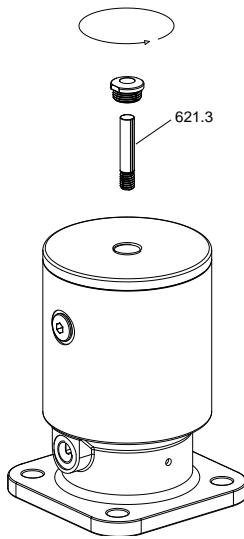

Abbildung 9: Demontage Kappe und Stellschraube LAP.520/530
1. Kunststoffkappe des Antriebs mit einem Gabelschlüssel (SW13/SW21) entfernen. Den Stellungsanzeiger herausdrehen (Abbildung 9, Kapitel 8.1).